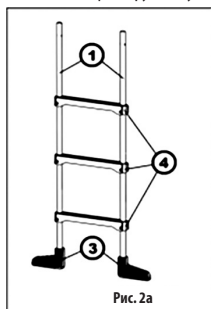
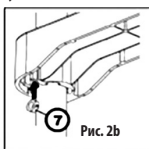
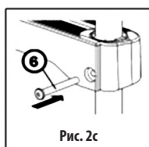

Рис. 2a
Рис. 2b
Рис. 2c
Все пластиковые ступени лестницы (4) надвиньте на обе пары ножек (Рис. 2a); следите за тем, чтобы была сохранена одинаковая ориентация всех ступеней. Ступени на ножках подвиньте так, чтобы отверстия для болтов совпадали с отверстиями в ножках. В паз внизу лестницы вставьте гайку (7) (Рис. 2b) и зафиксируйте ступеньку (6) (Рис. 2c).